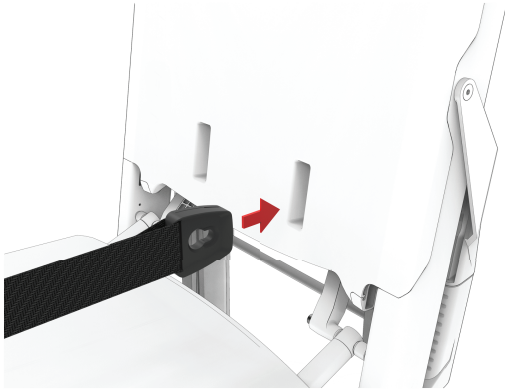
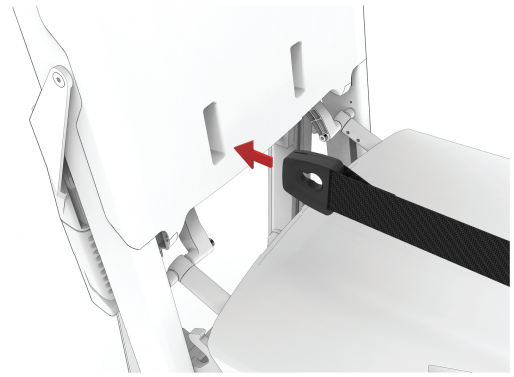

**Afbeelding 18 – Zittingstang, parallel**
**Afbeelding 19 – Zittingstang, gekruist**
**Opmerking** - U kunt de zittingclip bevestigen in de parallelle of gekruiste configuratie, afhankelijk van de grootte van de patiënt (Afbeelding 18 en Afbeelding 19).